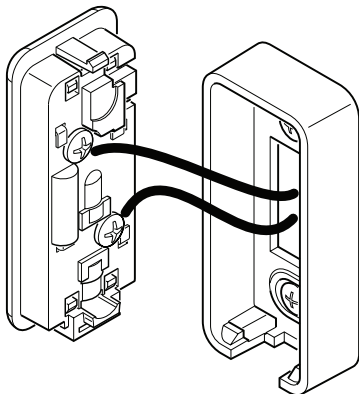

Figure 3 - Connexion des fils du carillon au bouton-poussoir (arrière illustré)
3. Raccordez les deux fils du carillon et du transformateur aux bornes à vis à l'arrière du bouton-poussoir (voir la Figure 3). Appuyez sur le bouton-poussoir pour en vérifier le fonctionnement.